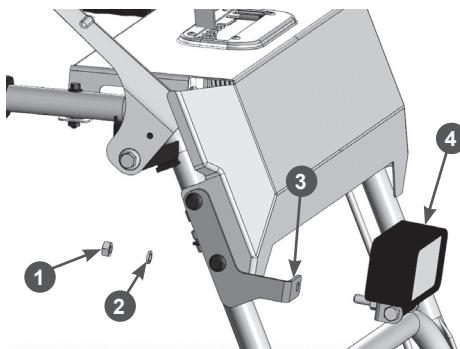

Рис. 16. Установка фары
- Закрепите фару 4 на кронштейне 3, как показано на Рис. 16. Далее, установите пружинную шайбу 8 и закрутите гайку M8. Момент затяжки 2 кгс·м. Проложите провод по стойке рукояток.